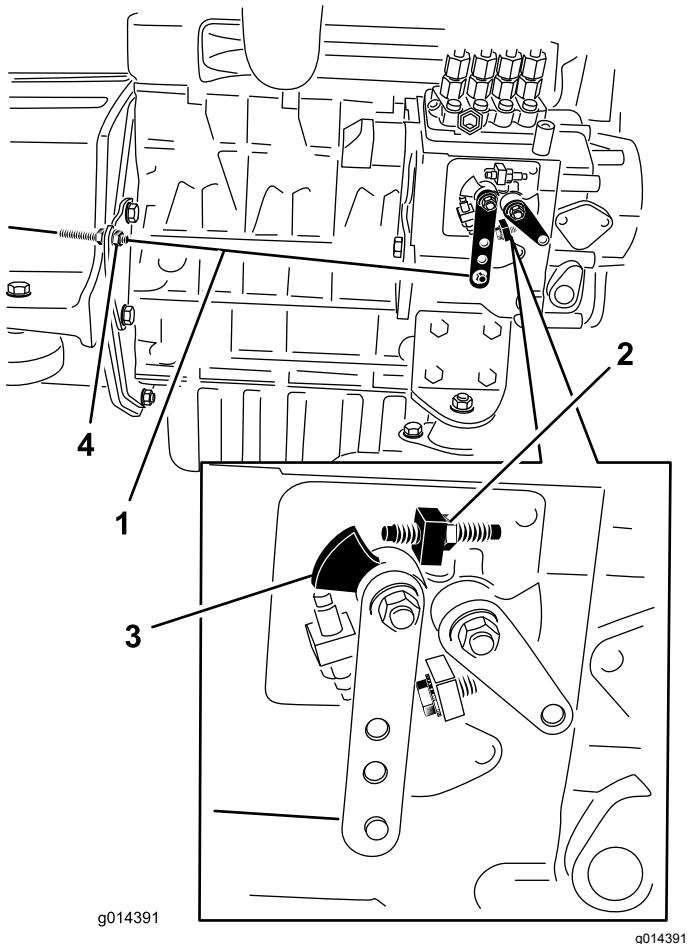

Figura 34
2. Verifique a posição da alavanca de controlo de velocidade na bomba de injeção de combustível. A alavanca de controlo de velocidade deve estar em contacto com o parafuso de alta velocidade quando a alavanca de controlo do acelerador está na posição RÁPIDO (detenção) (Figura 34).
3. Se necessário, ajuste a posição das porcas de bloqueio no cabo de controlo do acelerador até a alavanca de controlo da velocidade entrar em contacto com o parafuso de velocidade elevada quando a alavanca de controlo do acelerador está na posição RÁPIDO (detenção) (Figura 34).